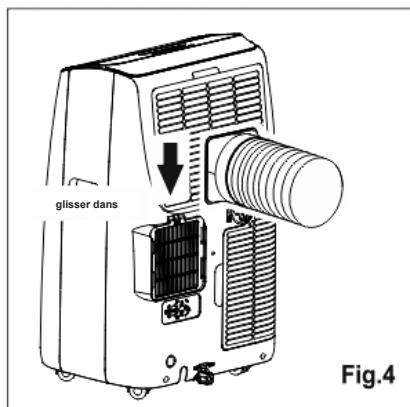

Fig.4
5. Installez l'entrée du tuyau dans l'unité (Fig. 4)).